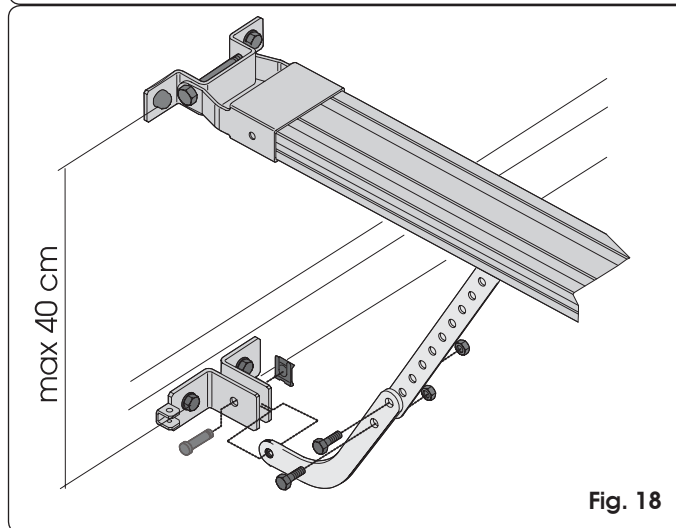

Fig. 18
- Si l'on utilise le bras courbe pour portes sectionnales (en option) réaliser l'assemblage avec le bras droit du chariot d'après la Fig. 18. Pour améliorer l'efficacité du système anti-écrasement, on conseille de fixer la patte d'attache sur la porte sectionnale le plus bas possible, mais sans dépasser la distance de 40 cm à partir de la patte d'attache antérieure de l'opérateur.